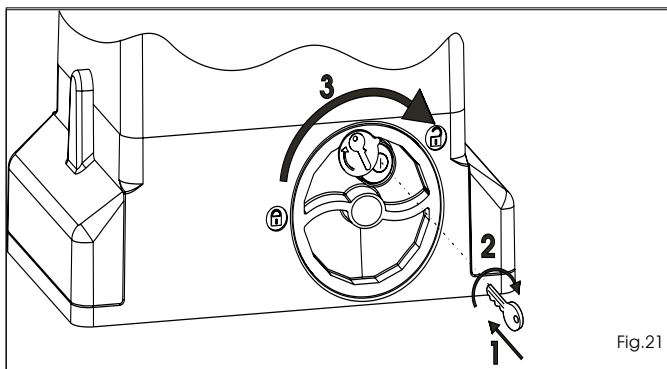

Fig. 21
- 1) Inserte la llave suministrada y gírela en sentido horario como se indica en la Fig.21 ref.1 y 2.
- 2) Gire el sistema de desbloqueo en sentido horario hasta el bloqueo mecánico, Fig.21 ref.3.